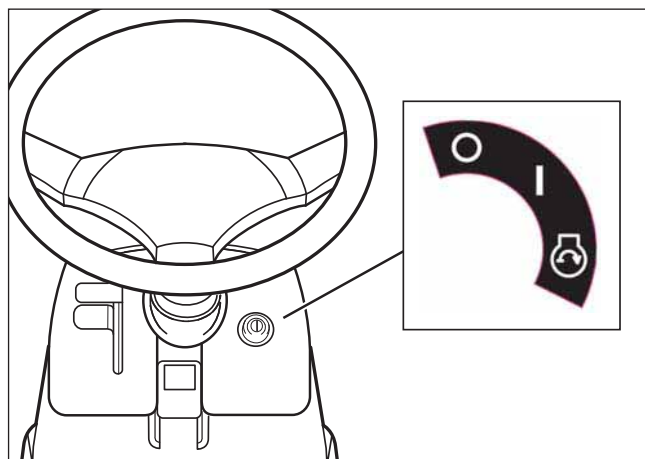

Figura 18
6. Coloque la llave de encendido en la posición de APAGADO (consulte la Figura 18).
1. Coloque la llave de encendido en la posición de ENCENDIDO para arrancar el motor (consulte la **Figura 18**).
5. Coloque la llave de encendido en la posición de ENCENDIDO (consulte la **Figura 18**).